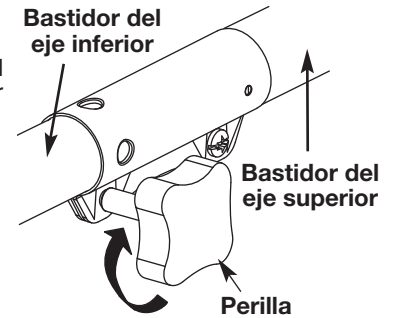

Fig. 18
4. Dé vuelta a la perilla a la derecha para trabar el acoplador (Fig. 18).